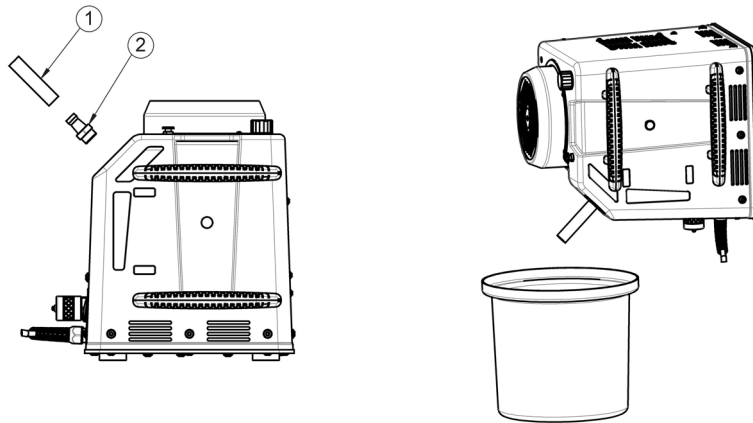

Imagen 6: Cambio de fluido
- Retire el tornillo de cierre y enrosque la boquilla roscada de 1/2" (imagen 6, 2) con el tubo de silicona (imagen 6, 1) a la abertura del depósito (incluida en la unidad de envase).